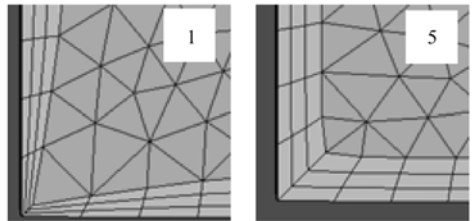

图 5-140 Bound Layer thickness at corners
- Bound Layer thickness at corners: 可以调整边角处的总边界层厚度来避免单元扭曲或与其他边界层单元发生干涉（由于边界层的违约双曲增长）。这个值越小，拐角处的边界层厚度就越小。图 5-140 显示了相同模型下，此值为 1 和 5 的结果。